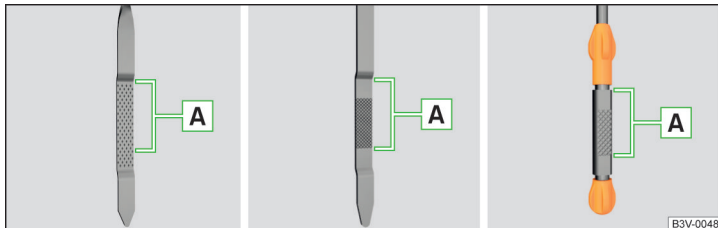

Abb. 233 Ölmesstabvarianten
Der Ölstand muss im Bereich **A** liegen » Abb. 233. Liegt der Ölstand unterhalb des Bereichs **A**, das Öl nachfüllen.
- Der Ölstand darf keinesfalls außerhalb des Bereichs **A** liegen » Abb. 233 - anderenfalls besteht die Gefahr der Beschädigung des Motors sowie der Abgasanlage.